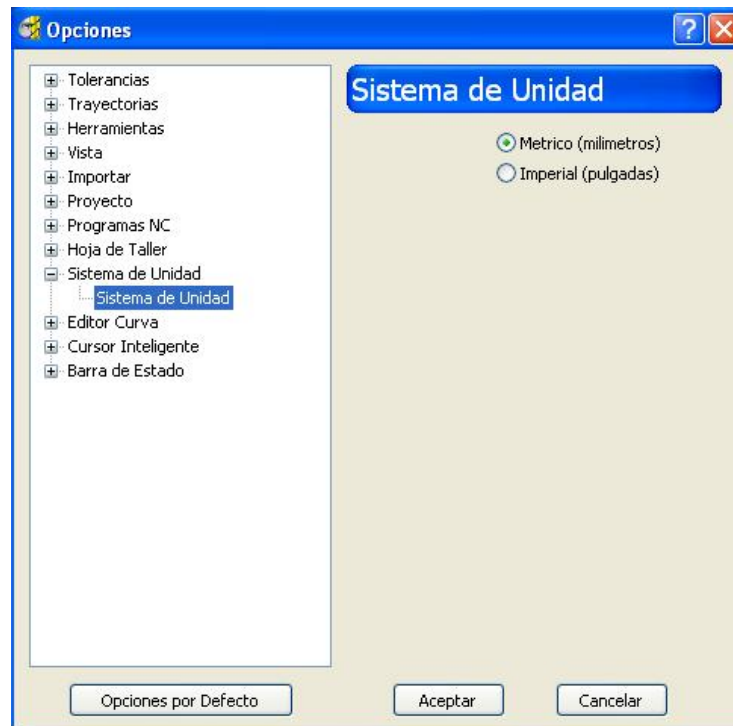

Figura 2.115 Cuadro de diálogo Opciones para cambiar el sistema de unidades.
- 2) Seleccionar Sistema de Unidad y hacer clic en  para expandir el árbol y visualizar las opciones disponibles (Figura 2.115).